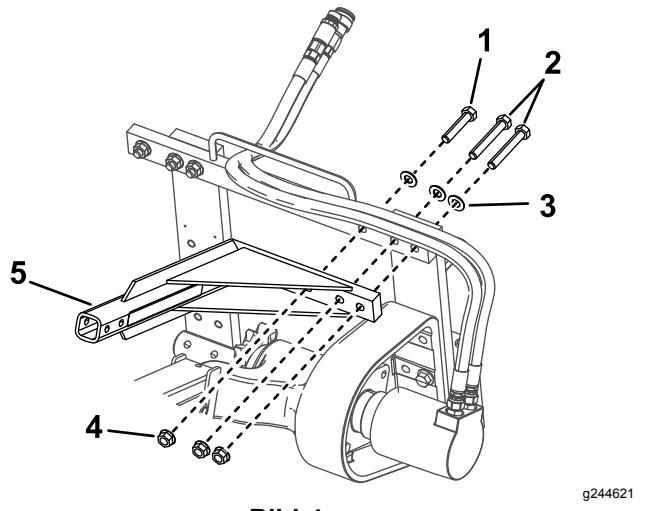

Bild 4
2. Montieren Sie die Sicherungsstange der Grabenfräse mit den vorher entfernten Befestigungen, wie in (Bild 4) abgebildet.
1. Entfernen Sie die Schrauben, Scheiben und Bundmuttern von der oberen linken Ecke des Grabenfräsenrahmens (Bild 4).